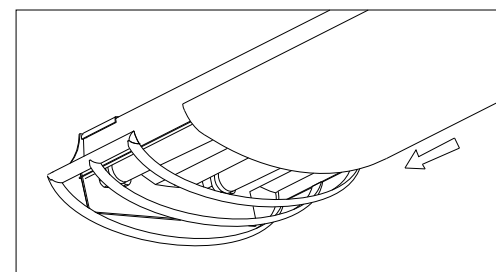
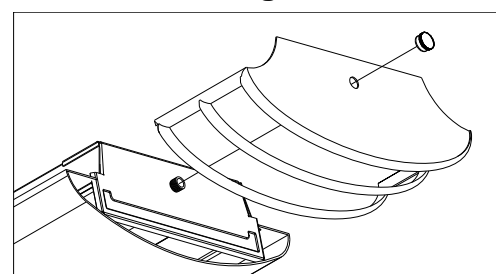

Figure 4
Figure 5
11. **Glisser le diffuseur** entre l'embout décoratif et l'appareil. Voir la fig. 4. Tout en supportant le diffuseur, installer l'autre embout décoratif et le faîteau. Voir la Fig. 5.
11. **Slide Diffuser between Decorative End and fixture.** **See Fig. 4.** While supporting Diffuser install other Decorative end and finial. **See Fig. 5.**
11. **Deslice el Difusor** entre el Extremo Decorativo y el luminario. **Vea Fig. 4.** Mientras este apoyando el Difusor, instale otro Extremo Decorativo y Finial. **Vea Fig. 5.**